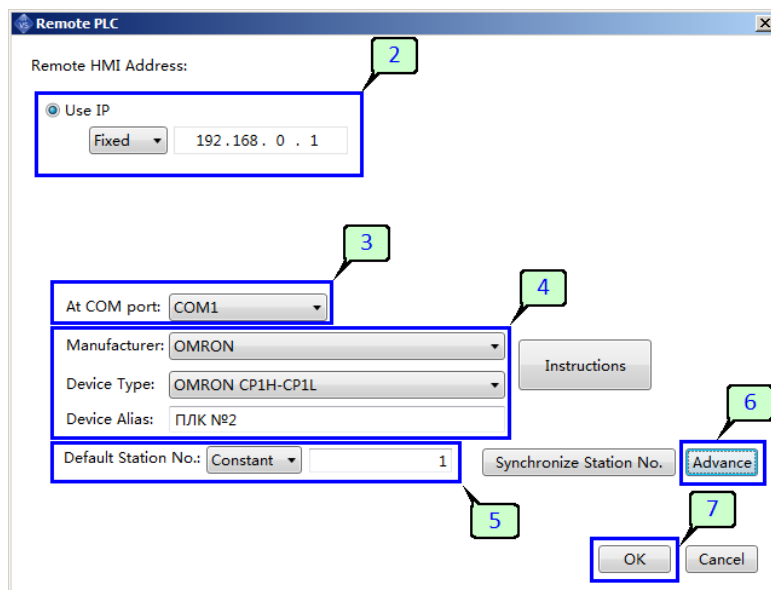

Рисунок 89 - IP-адрес ПЛК
2. В открывшемся окне "Удаленный ПЛК" укажите IP адрес удаленного ПЛК (рисунок 89).